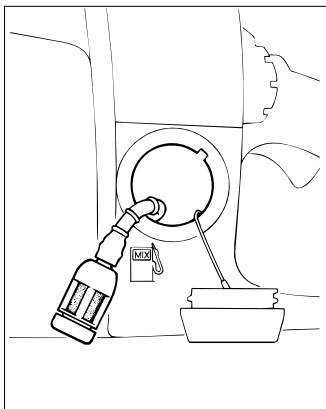

Рис. 51
- Опустошите топливный бак (рис. 51).